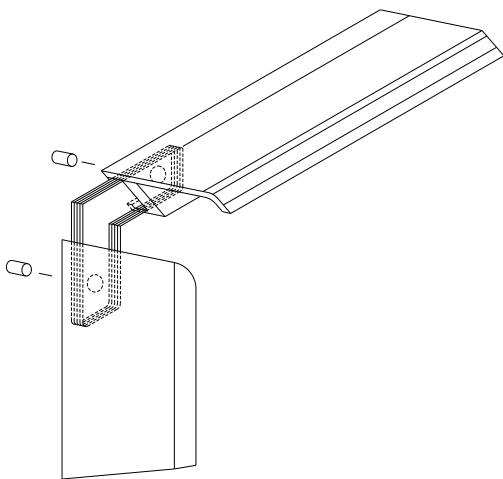

Figure 2.5
4. Assemblez la garniture de la façade en fixant les coins à onglet à l'aide des goussets en coin. (Voir la Figure 2.5.)